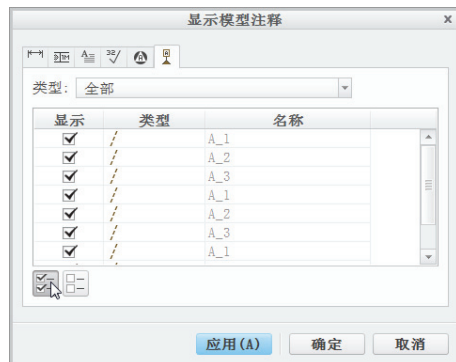

图 11-113 设置显示轴线
3) 切换到 (模型基准) 选项卡, 单击 (全选) 按钮以确定全部显示所有基准轴, 如图 11-113 所示。